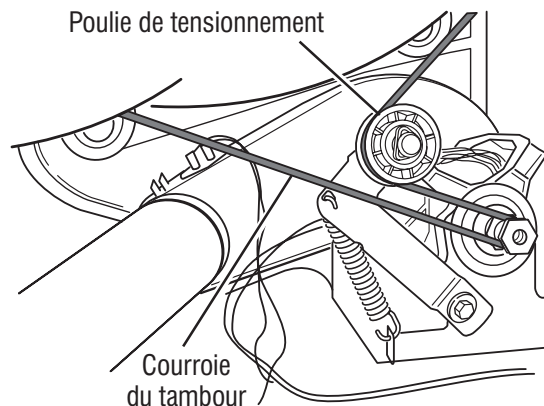

Figure 16 - Retirer la courroie du tambour lentement.
7. Vérifier le moteur d'entraînement et le contacteur du tensionneur de courroie. Séparer lentement la courroie du tambour de la poulie de tensionnement chargée par ressort, en laissant la poulie descendre doucement. Voir figure 16.